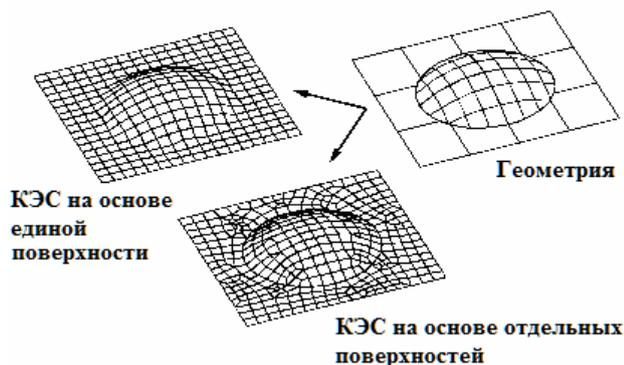

Рис.2.16. К применению поверхностей с **Multi-surface boundaries**
- *конструкционные*. Создаются и редактируются группой команд из **Geometry**→**Boundary Surface** ►. В FEMAP учтено то, что довольно часто поверхностная КЭС создается (автоматически) более удачной (см. рис.2.16), если несколько геометрических поверхностей объединить в единую. Это потому, что создание поверхностной КЭС проводится от контура поверхности. Есть понятия „**Multi-surface boundaries**” („граничный контур нескольких поверхностей”, когда внутренние контуры – отброшены) и „**Underlying Surfaces**” („подложенные поверхности” – те, на основе которых строится поверхность с **Multi-surface boundaries**). Командой **From Curves...** поверхность создается на основе линий, описывающих замкнутый контур (в пп.2.2.6.3 описано, как преодолеть проблему совпадающих точек и линий, которая иногда при этом мешает; с помощью команды **Modify**→**Edit**→**Boundary...**